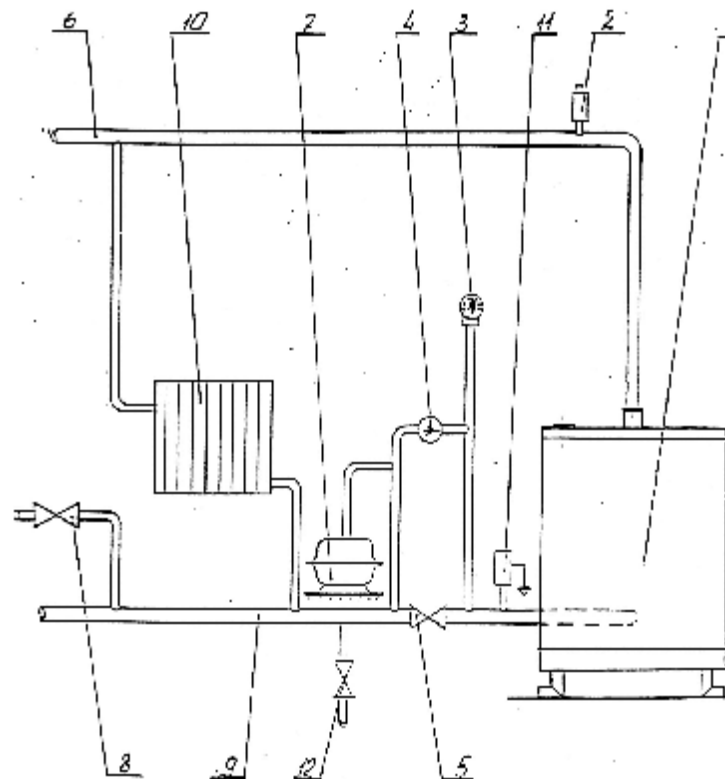

Рис.4
5.3. Рекомендуемая схема системы отопления приведена на рис.4.